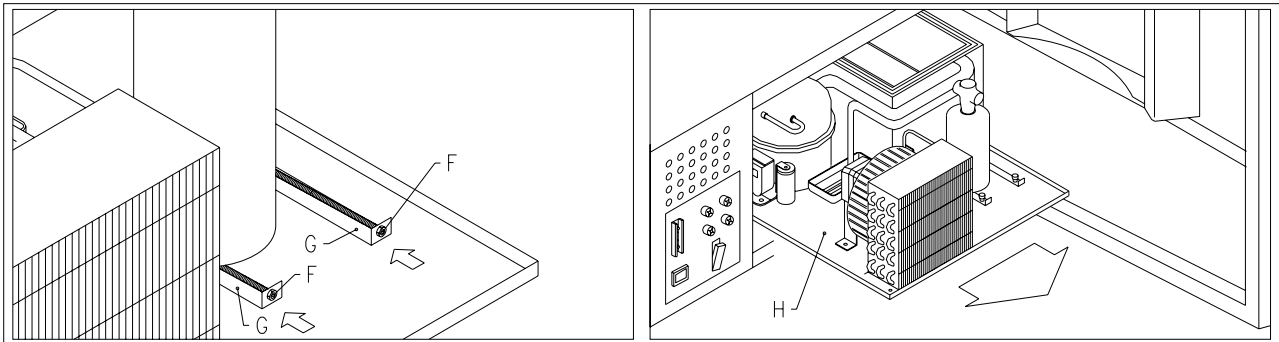

FIG. 19
- Desenroscar los pequeños volantes pos. F FIG. 19 que bloquean el mecanismo de palancas para el descenso de la caja evaporador;
- Empujar los dos soportes pos. G FIG. 19 de forma que baje la caja evaporador;
- A continuación es posible extraer todo el grupo frigorífico pos. H FIG. 19.